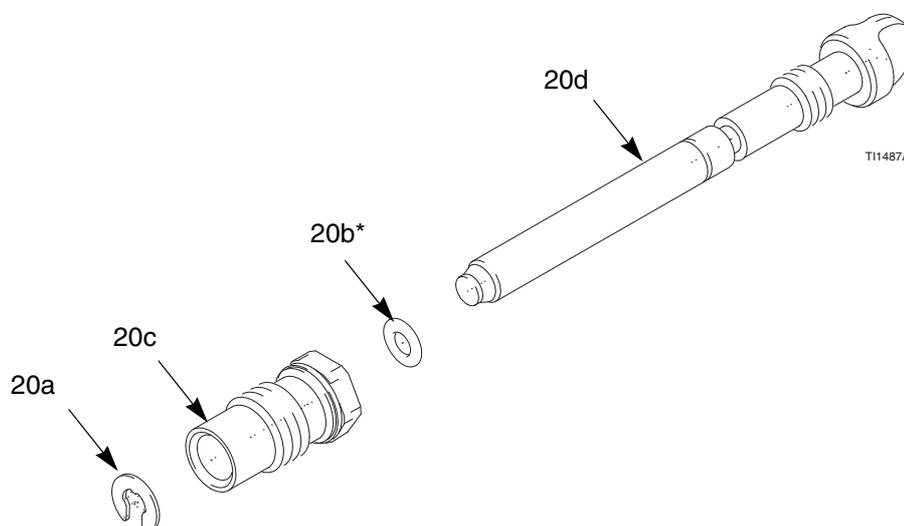

Fig. 19. Válvula de ajuste de ar da ventoinha
3. Remova o anel retentor (20a). Consulte FIG. 19.